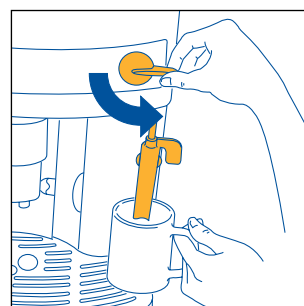
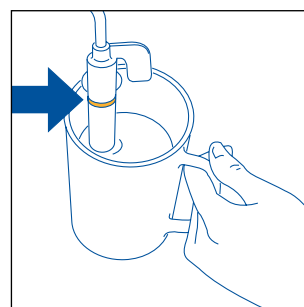

Fig.23
Fig.24
- Sænk cappuccinoadapteren ned i beholderen med mælk (fig. 23), vær opmærksom på ikke at sænke den dybere end til den fremhævede streg på selve cappuccinoadapteren (vist med en pil i fig. 24). Drej dampknappen en halv omgang i retning mod uret så den kommer helt i bund (Pas på du ikke brænder dig). Dampen der kommer ud af cappuccinoadapteren får mælken til at blive cremet og forøger mælkens omfang. For at få en god og mere cremet skum, sænkes cappuccinoadapteren ned i mælken og beholderen føres med langsomme bevægelser nedefra og op. (Lad ikke dampen sive ud i mere end 2 minutter sammenlagt).